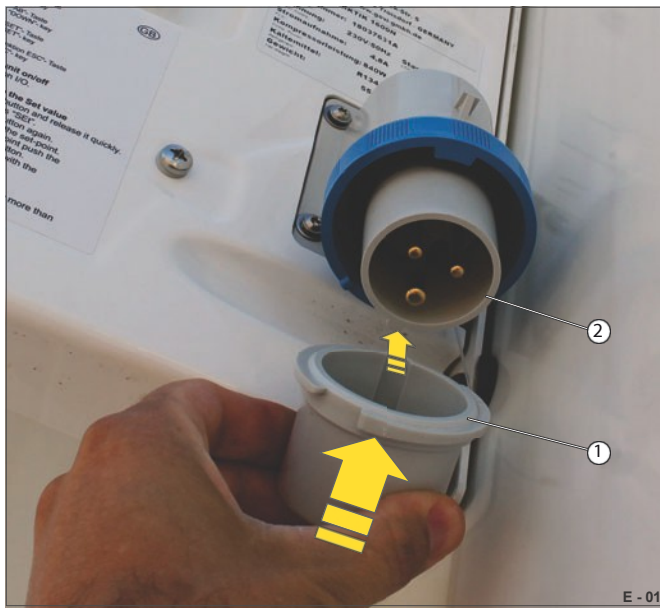

Fig. 15 Stenging av strømtilkoblingen
- Før du lukker netttilkoblingen med lokket (fig. 15/1), må du kontrollere at det ikke har samlet seg vann i lokket - rengjør det om nødvendig før du lukker det.
- Sett hetten på nettstøpselet (fig. 15/2) - sørg for at den sitter i riktig posisjon.